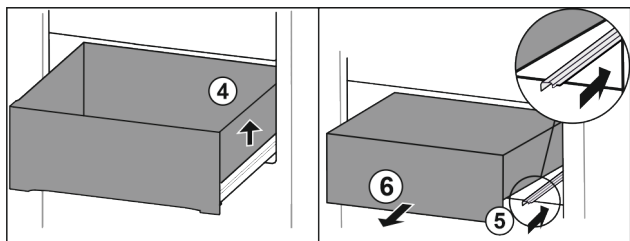

Fig. 89
- Nadzvedněte zásuvku vpravo. *Fig. 89 (4)*
- Zasuňte pravou kolejničku. *Fig. 89 (5)*
- Vyměte zásuvku dopředu. *Fig. 89 (6)*